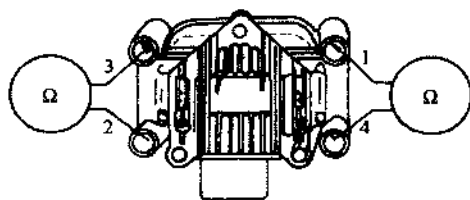

图 2.40 4 缸发动机点火线圈次级电阻的测量
⑤ 其他 4 缸机 1 缸和 4 缸、2 缸和 3 缸规定值为 $4.0\Omega \sim 6.0\Omega$, 测量如图 2.40 所示。